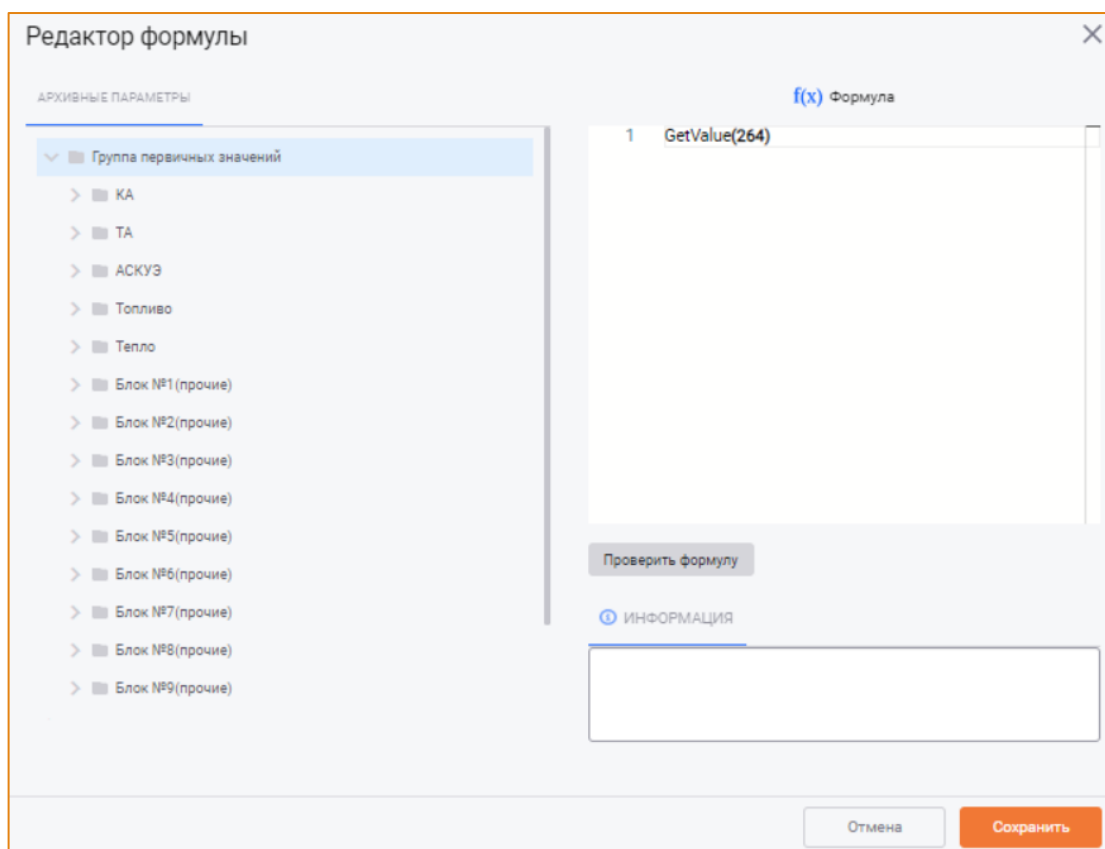

Рис. 55 – Окно «Редактор формулы» для импортируемого параметра
- Для **импортируемого** параметра данная область содержит вкладку **Архивные параметры** с деревом групп архивных параметров модуля **Архив первичных значений** (Рис. 55).